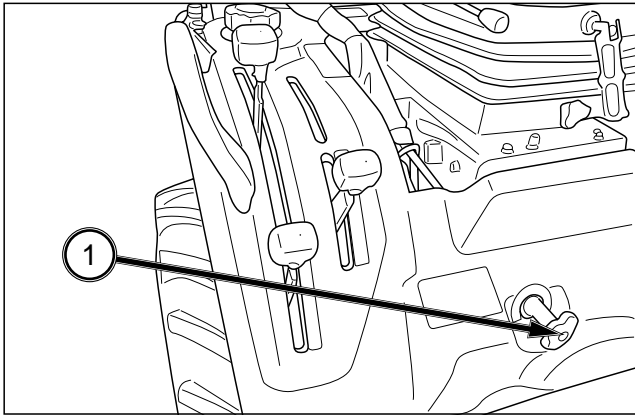

FIG. 3-20
FIG. 3-20 : La molette de vitesse d'abaissement (1), ajuste la "vitesse de chute" des outils sur l'attelage 3 points. Tourner la molette dans le sens d'horloge d'une montre permet d'augmenter la durée d'abaissement et la tourner dans le sens contre l'horloge va diminuer le temps d'abaissement. Tourner la molette à fond dans le sens d'horloge va verrouiller l'outil (ou l'attelage) en position relevée pour le transport.